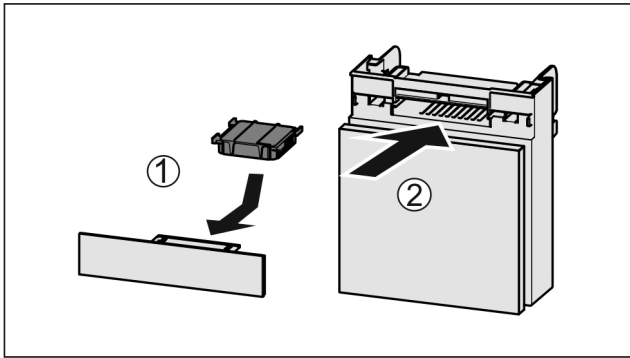

Fig. 176
- ▶ Поставете Fig. 176 (1) филтъра с активен въглен, както е показано на фигурата.
- ▶ Вкарайте Fig. 176 (2) отделението.